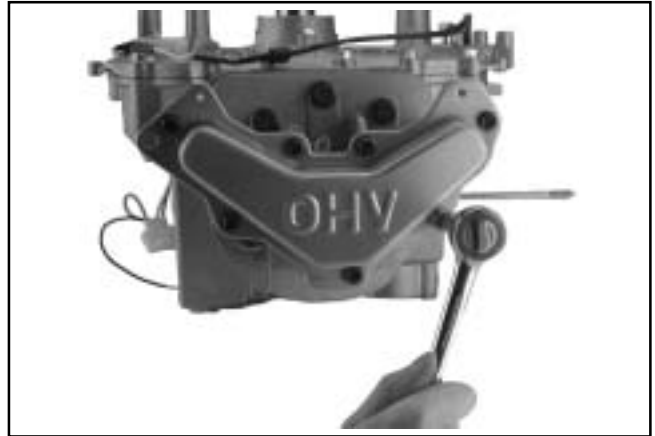

Figura 8-26. Desmontaje de los tornillos de la tapa de la válvula.
1. Extraiga los siete tornillos que sujetan la tapa de la válvula y todos los corchetes de unión. Ver figura 8-26.